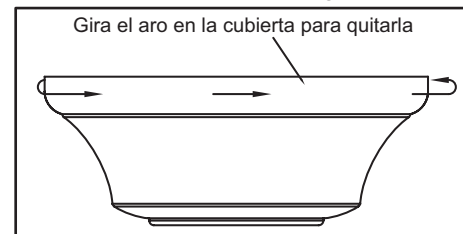

Figura 7
1. Retira el aro en la cubierta, girando a la derecha hasta destrabarlo (Figura 7).